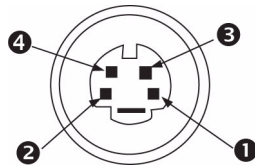

Рисунок 6.3 Назначение контактов Y/C
Имеется один (1) разъем типа мини-DIN для входа сигнала Y/C (S-Video) (см. *Рисунок 6.3*).